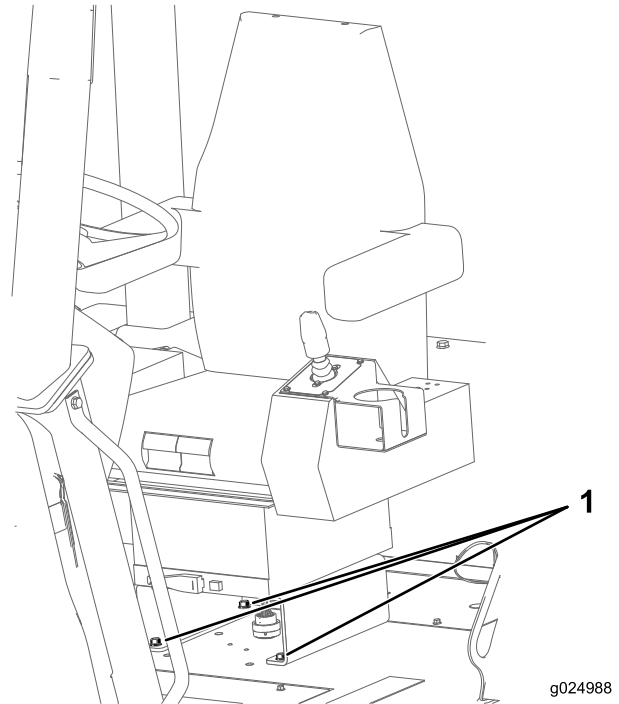

Figure 118
1. Vérifiez que les boulons qui fixent le siège au châssis de la machine sont serrés à un couple de 27 à 34 N·m (20 à 25 po·lb); voir Figure 118.